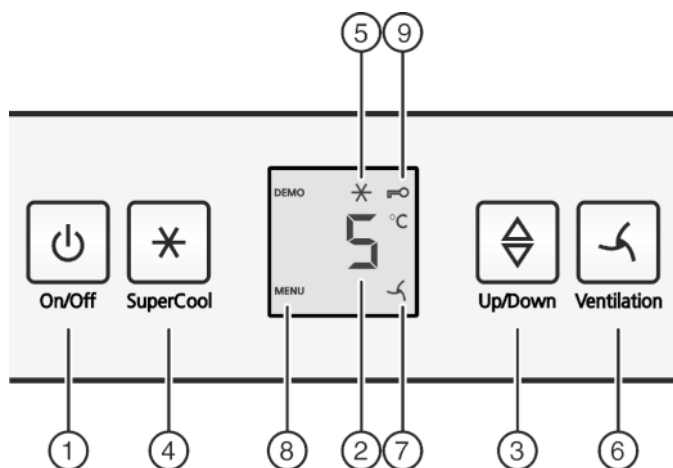

Fig. 3
- ▶ Нажать кнопку On/Off Fig. 3 (1).
- ▶ Нажмите кнопку «SuperCool» Fig. 3 (4) и удерживайте ее прим. 5 секунд.
- ▷ На индикаторе будет отображаться символ «Меню» Fig. 3 (8).
- ▶ Для подтверждения нажать и отпустить кнопку «SuperCool» Fig. 3 (4).
- ▷ На индикаторе горит символ «Защита от детей» Fig. 3 (9).
- ▶ Нажать и отпустить кнопку «On/Off» Fig. 3 (1).
- ▶ Активация модуля регулировки температуры: нажмите кнопку настройки *Fig. 3 (3)*.
- ▶ Температуру меняйте ступенями по 1 °C: нажимайте кнопку настройки *Fig. 3 (3)* до тех пор, пока на индикаторе температуры не будет высвечена требуемая температура.
- ▶ Коротко нажмите кнопку SuperCool *Fig. 3 (4)*.
- ▷ На индикации горит символ SuperCool *Fig. 3 (5)*.
- ▷ Символ SuperCool *Fig. 3 (5)* на индикации гаснет.
- ▶ Коротко нажмите кнопку "Вентиляция" *Fig. 3 (6)*.
- ▷ Символ Вентиляция *Fig. 3 (7)* горит.
- ▷ Символ Вентиляция *Fig. 3 (7)* не горит.